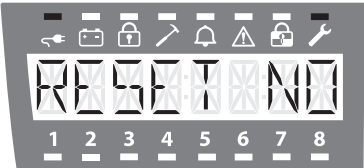

fig. 29
- Procedura Ripristino Programmazioni di Default - Disabilitata (fig. 29).